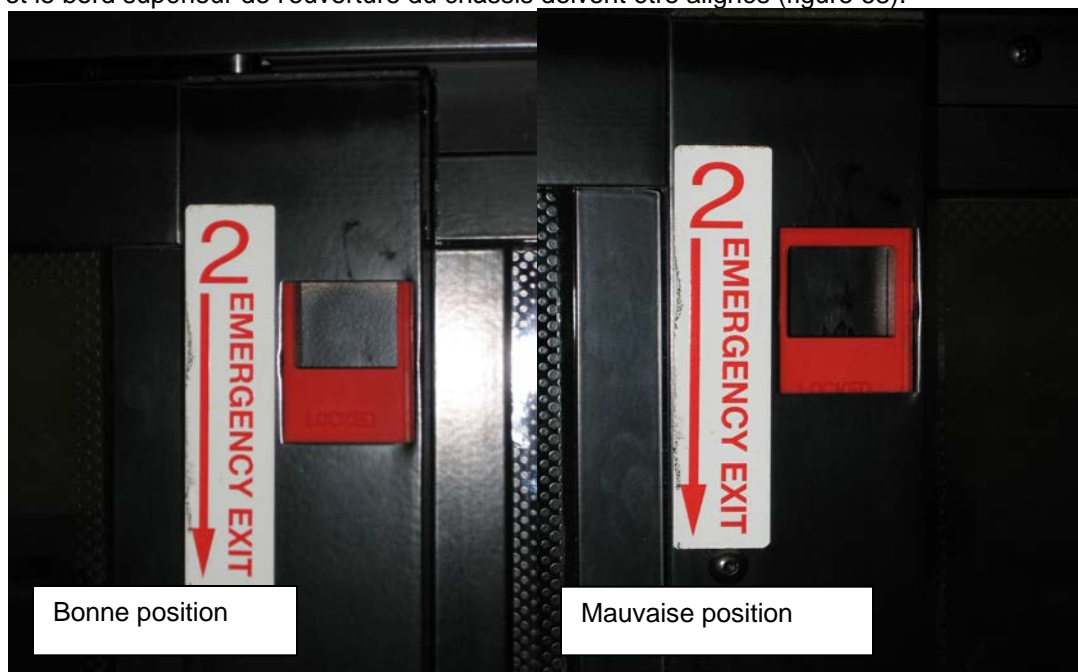

FIGURE 68 : POSITION CORRECTE DU LOQUET DE BLOCAGE
6. S'assurer que les deux loquets sont en position fermée (verrouillée). Le bord supérieur de l'ouverture du loquet et le bord supérieur de l'ouverture du châssis doivent être alignés (figure 68).